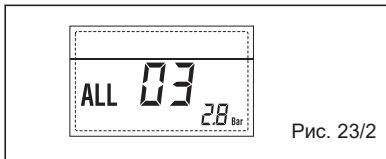

Рис. 23/2
– НЕПОЛАДКА ДАТЧИКА САНИТАРНОЙ ВОДЫ, ALL 04 (Рис. 23/3)